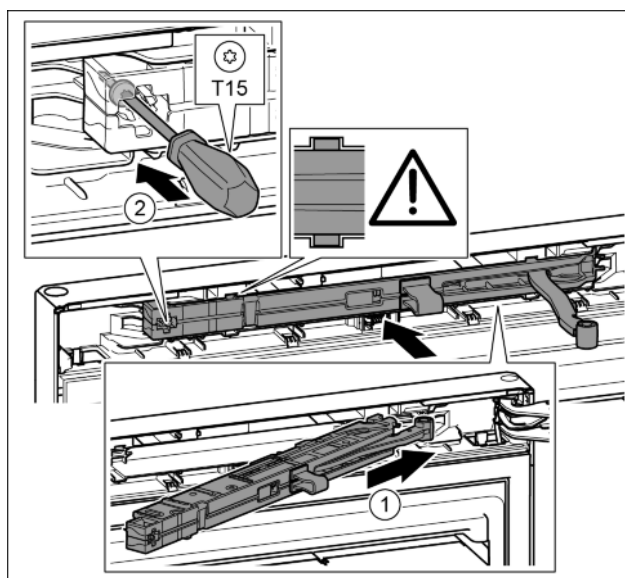

Fig. 21
- Jednotku tlumiče zavírání na straně stojanu ložiska zasuňte až na doraz šikmo do výklenku. Fig. 21 (1)
- Šroubovákem T15 pevně utáhněte šroub. Fig. 21 (2)